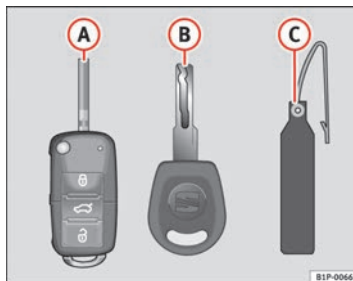

Fig. 63 Juego de llaves
- una llave con mando a distancia ⇒ fig. 63 (A) con espadín desplegable,
- una llave sin mando, (B),
- un llavero de plástico* (C).